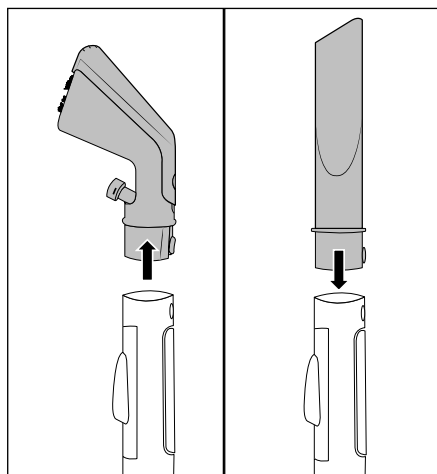

Fig. 8
- ◆ Appuyez sur la touche de verrouillage **25**/**32** et retirez l'embout meubles **22** ou l'embout plat **29** hors du flexible de pulvérisation/aspiration **19** (voir fig. 8).